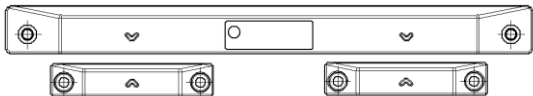
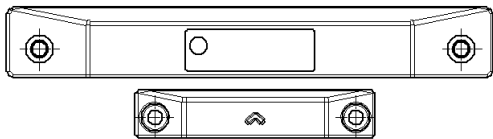

图 1 JBF62D-33M 安装示意图
图 2 JBF62D-32M 安装示意图
- 如应用于双门，则将 JBF62D-33M 主体部分固定到门框下沿位置，两个门磁开关磁铁端 JBF6133-DM 固定到左右门扇上沿位置，磁铁端应尽量靠近门磁开关的主体部分。两个磁铁端“V”型标应分别与主体部分“V”型标对齐，这样能使门磁开关保持最佳灵敏度。（如图 1 所示）
- 如应用于单门，则将 JBF62D-32M 主体部分固定到门框下沿位置，门磁开关磁铁端 JBF6133-DM 固定到门扇上沿位置，磁铁端应尽量靠近门磁开关的主体部分。并且，磁铁端应靠近主体部分的中心位置布置，这样能使门磁开关保持最佳灵敏度。（如图 2 所示）
- ◆ 当常闭门处于正常关闭状态时，门磁开关主体部分与磁铁端相互靠近，并符合图 1 或图 2 的布置条件时，防火门监控器显示常闭门正常。